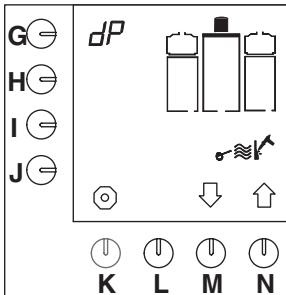

Fig. 18 Start ontkalkingsprogramma
- Het ontkalkingsprogramma verschijnt in het display (fig. 18).
- houdt programmeertoets (G.) ingedrukt, totdat fig.18 weer in het display verschijnt.